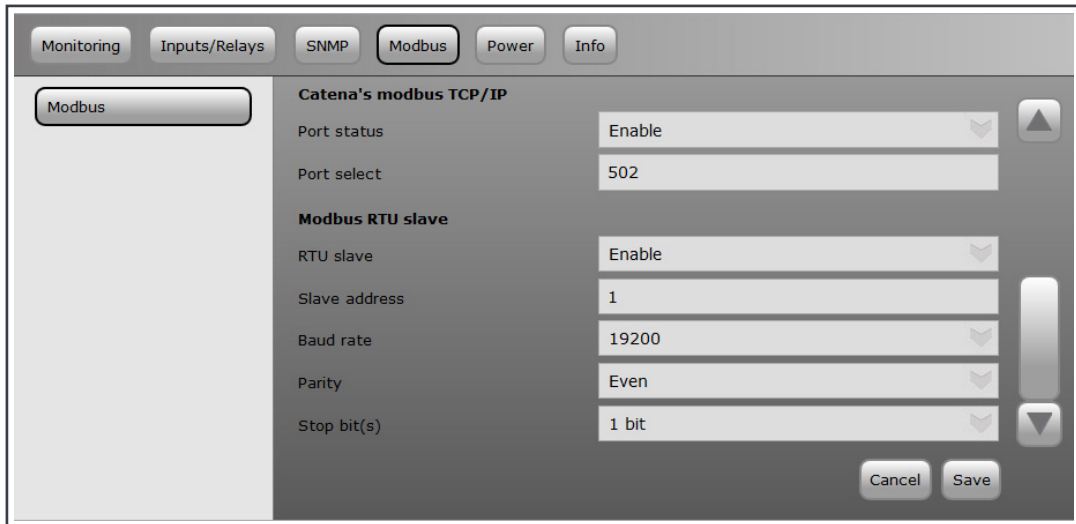

Рис. 7: Настройки Modbus в T2S ETH
9. Проверьте параметры **ModBus RTU** на соответствие с указанными для **T2S-ETH** в разделе Modbus (рис. 7).